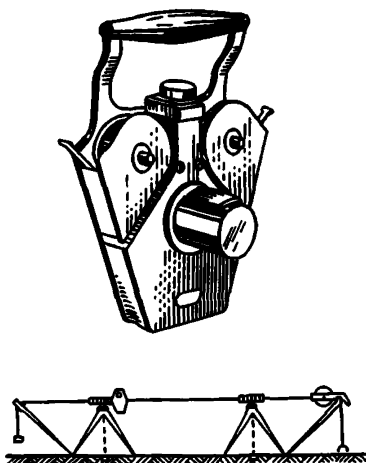

Рис. 8. Длинномер АД1М
2.17. Длиномер АД 1М (рис. 8) предназначен для измерения линий при проложении полигонометрии 1-го и 2-го разр., может использоваться также для измерения линий в теодолитных ходах.